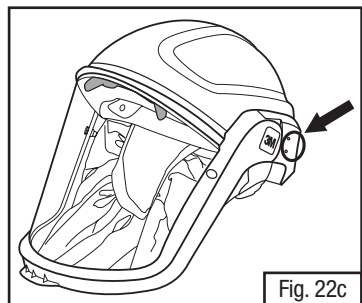

Fig. 22c
- Localize os pontos de fixação dos protetores auriculares na parte externa do casco do equipamento de cabeça (Figs. 22c & d). Note que no equipamento de cabeça M-300 existem recortes visíveis na parte externa do casco onde os protetores auriculares são fixados. No M-100 e M-200, os recortes podem não ser tão visíveis na parte externa do casco.